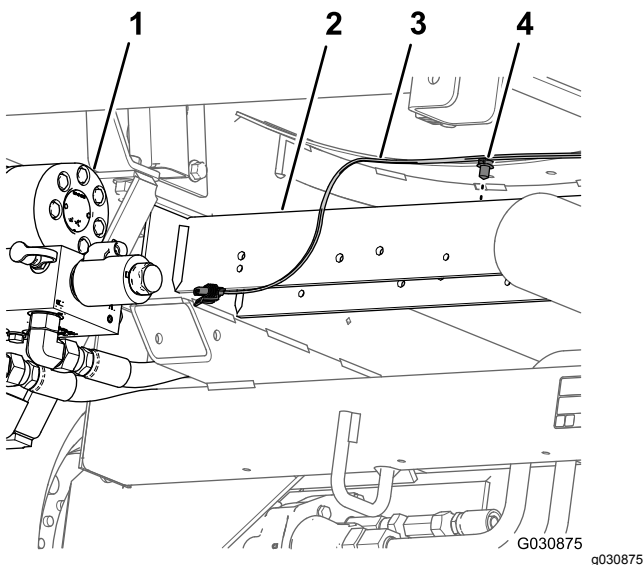

Bild 59
6. Entfernen Sie die Einsteckbefestigung, mit der der hintere Kabelbaum (Bild 59) in den Löchern im hinteren Querrohr (hinter den Hydraulikantriebsmotoren) befestigt ist.